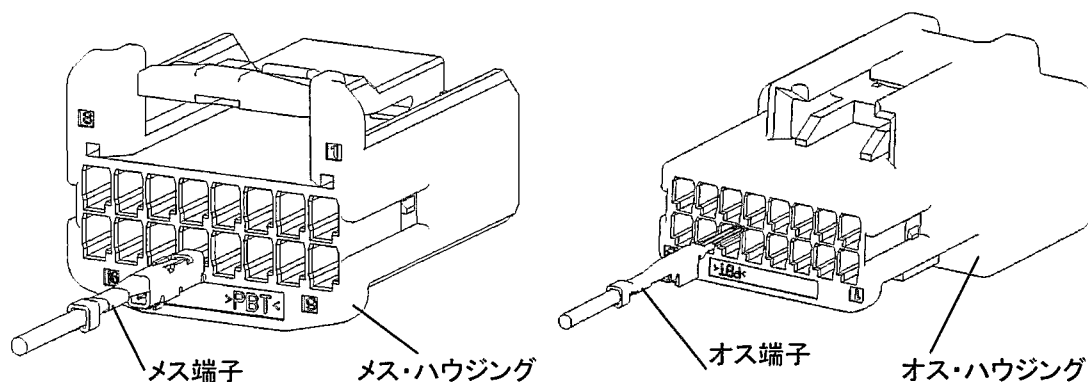

Fig. 8
- (3) Fig. 8のような向きに各端子をキャビティ(穴)に挿入します。